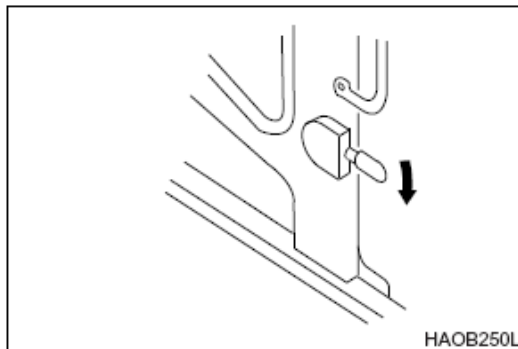

Figura 101
2. Para soltar la puerta lateral de la cabina, presione la palanca del pestillo hacia abajo (Figura 101). Esta palanca se encuentra a la izquierda del asiento del conductor.